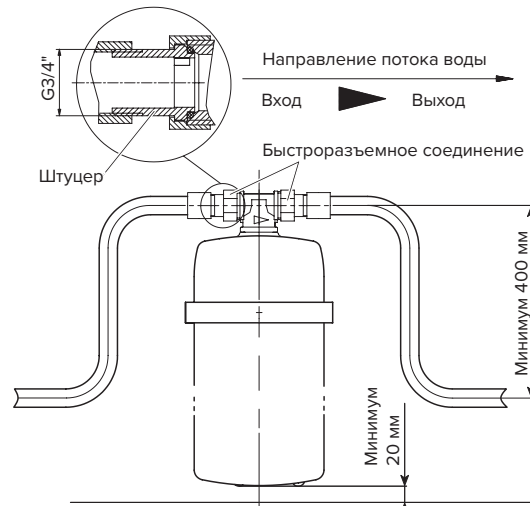

Рис. 2. Подсоединение корпуса водоочистителя к водопроводу
- установите собранный водоочиститель на кронштейн (1);
- соберите быстроразъемные соединения (3), завернув до упора накидные гайки (4);
- установите фиксирующую планку (5) на кронштейн (1) и закрутите гайку-барашек (6);
**ВНИМАНИЕ!** Важно не перепутать вход и выход водоочистителя. Острие треугольника на тройнике указывает направление потока воды (рис. 2).
Подводку желательно проводить металлопластиковыми или медными трубами. Труба должна оканчиваться штуцером (переходником) с внутренней резьбой G3/4" для подсоединения быстроразъемного соединения. Монтаж труб следует проводить в соответствии с размерами, приведенными на рис. 2. Рекомендуется обязать водоочиститель байпасной линией.